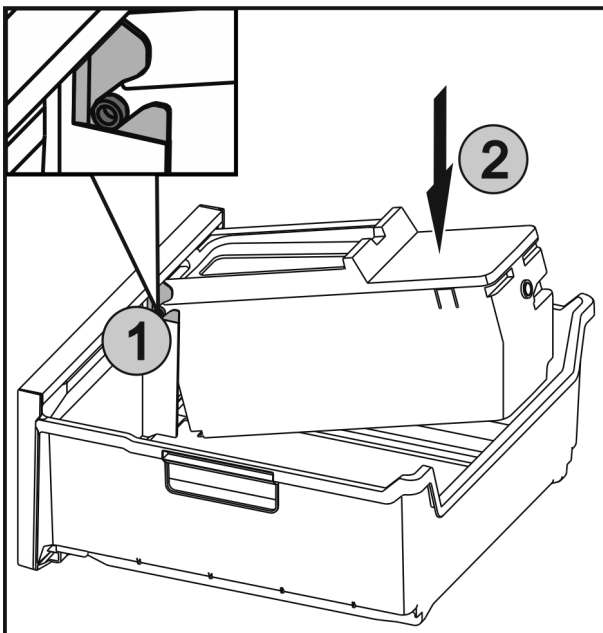

Fig. 40
- ▶ Introduzca los ejes Fig. 40 (1) de EasyTwist-Ice en las guías y presione el lado trasero Fig. 40 (2) hasta que la pestaña encaje.